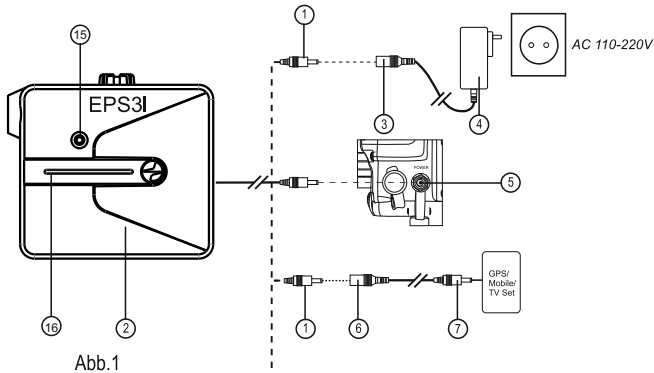

Abb.1
- Schließen Sie den Anschlussstecker (1) der externen Stromversorgung (2) an den Anschluss (3) des Ladegerätes an (4) (Abb.1,3)
- Setzen Sie den Stecker des Ladegerätes (4) in die Steckdose ein. Zum Lieferumfang gehört das Ladegerät, dessen Stecker dem Standard des Bestimmungslandes entspricht. Der rote LED-Anzeiger wird auf dem Ladegerät leuchten.